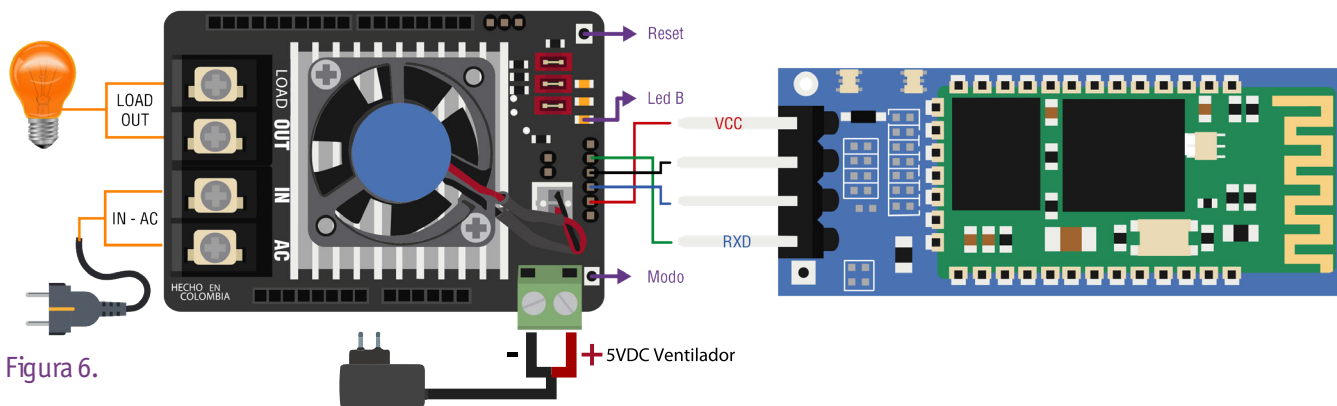

Figura 6.
- Este modo controla la carga gracias a TX y RX inalámbricamente por lo que requieres un módulo bluetooth, conectado a los pines TX y RX del micro controlador como se ilustra en la siguiente (figura 6).
1. Copiamos la aplicación en nuestro Smartphone Figura 6.